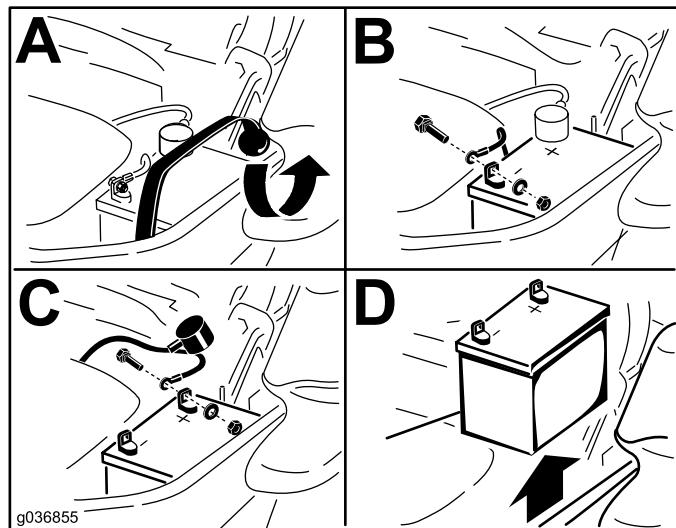

Figura 50
- Retire la batería según se muestra en la Figura 50.
4. Fije los cables con 2 pernos, 2 arandelas, y 2 contratuerca (Figura 50).
6. Fije la batería con la correa de goma (Figura 50).
1. Coloque la batería en la bandeja, con los bornes frente al depósito de aceite hidráulico (Figura 50).